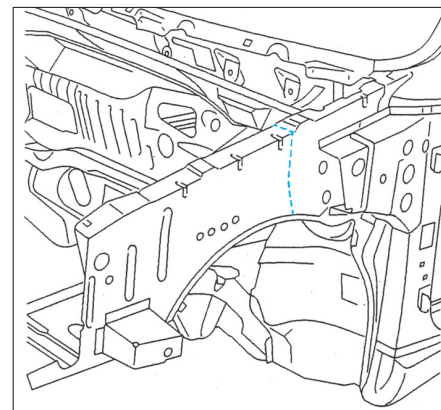

FIG. 12
- Poser la doublure d'aile AV partielle (Fig.12).